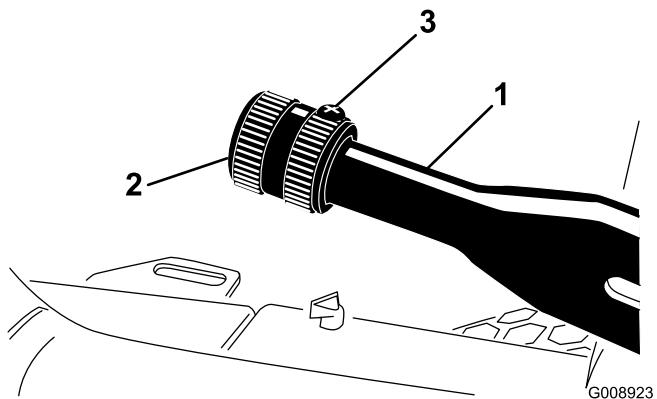

Figura 53
1. Afloje el tornillo de fijación que sujeta el pomo a la palanca del freno de estacionamiento (Figura 53).